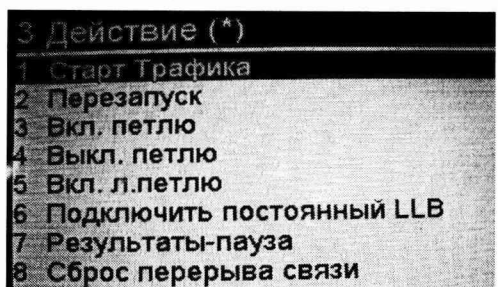

Рисунок 18
6.12 Нажать на формирователе данных кнопку «ОК». Откроется окно «3 Действие (*)» - Рисунок 18. Выделить в окне «1 Стоп Трафика», нажать кнопку «ОК».